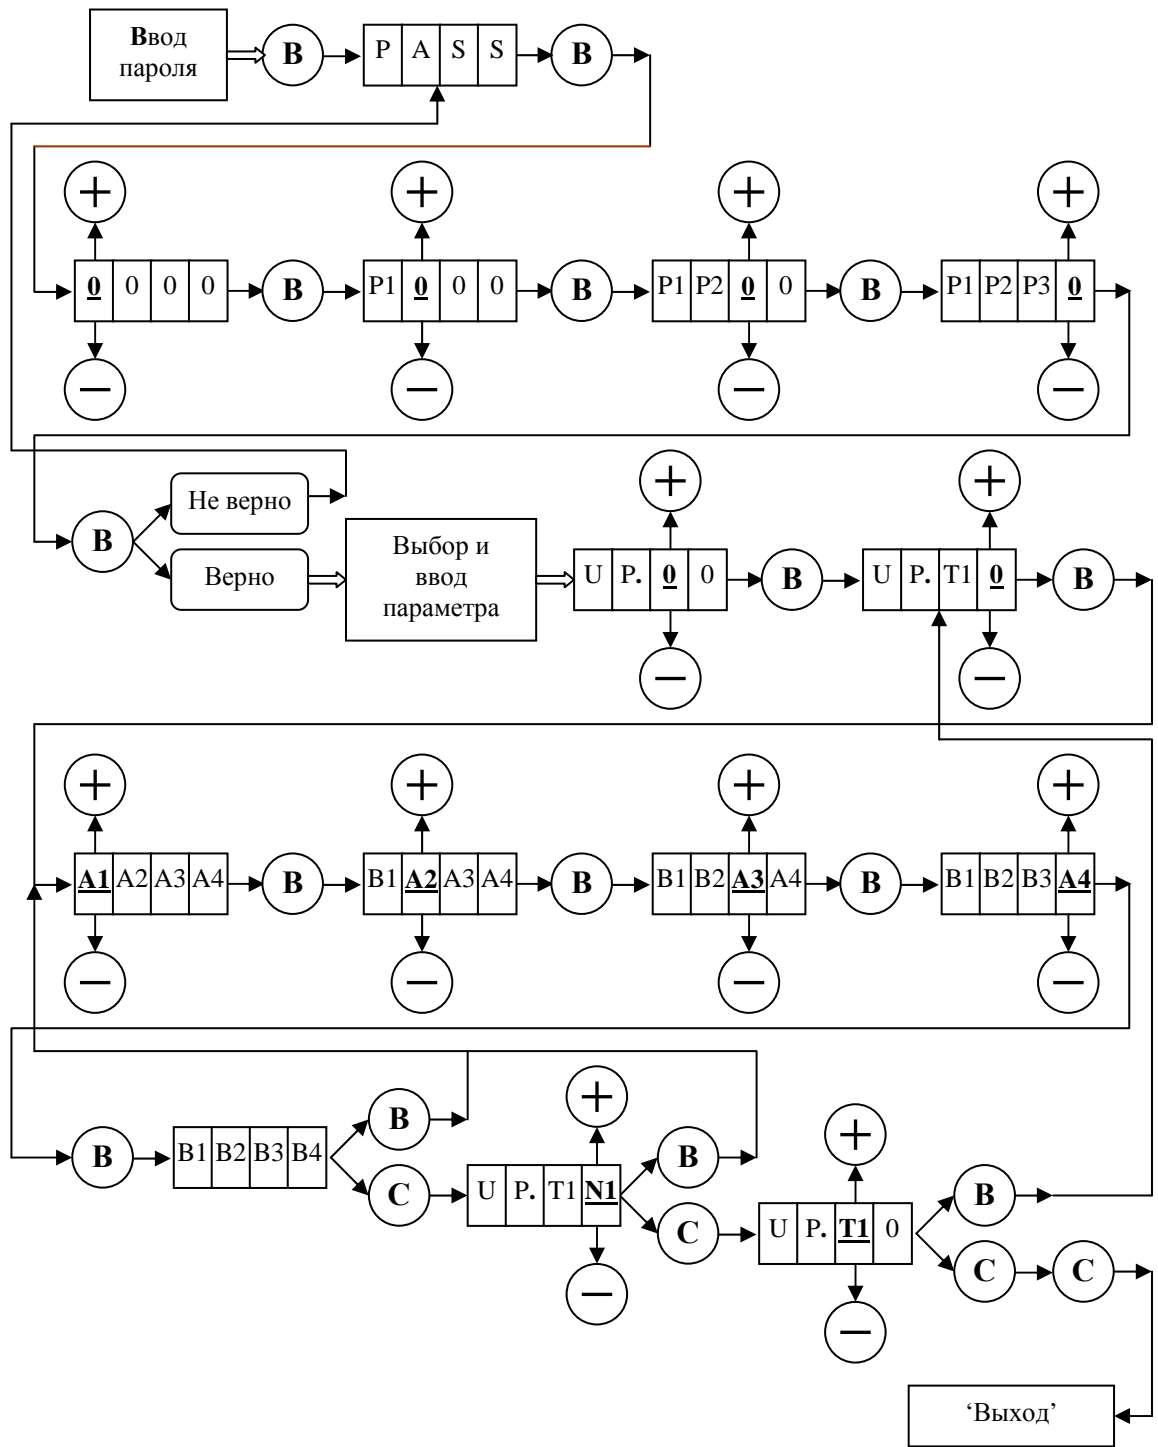

Рис. 6. Ввод параметров с помощью клавиатуры Устройства.
3.8.8.4. На **рис. 6** изображена диаграмма ввода параметров с помощью клавиатуры, где кружки с соответствующими надписями обозначают кнопки клавиатуры.
3.8.9.4. Диаграмма ввода параметров БУАД с помощью клавиатуры *Устройства* аналогична вводу параметров в *Устройстве* (**рис.6**), но